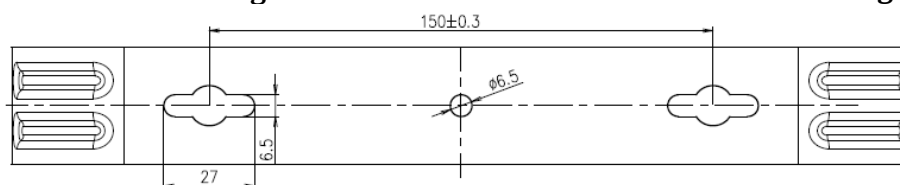

Fig.3
La staffa di fissaggio (4) incorpora 2 fori (vedere Fig.3) a ciascuno dei quali corrisponde una vite.